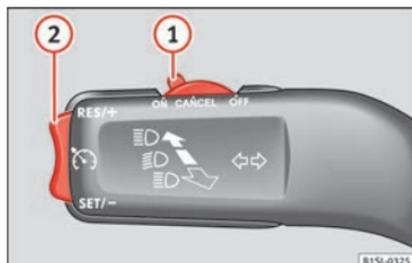

Fig. 34 Interruptor e comandos de utilização do GRA.
- Ligar o GRA: desloque o interruptor »» Fig. 34 ① até **ON**. O sistema está ligado. O sistema não regula por não ter qualquer velocidade programada.
- Ativar o GRA: pressione o botão »» Fig. 34 ② na zona **SET/-**. A velocidade atual é memorizada e regulada.
- Desligar o GRA temporariamente: desloque o interruptor »» Fig. 34 ① até **CANCEL** ou pise o travão. A regulação é desativada temporariamente.
- Ligar o GRA de novo: pressione o botão »» Fig. 34 ② em **RES/+**. A velocidade memorizada é guardada e regulada novamente.
- Aumentar a velocidade programada durante a regulação de GRA: pressione o botão ② em **RES/+**. O veículo acelera até à nova velocidade guardada.
- Reduzir a velocidade programada durante a regulação de GRA: pressione o botão ② em **SET/-** para reduzir 1 km/h (1 mph). A velocidade reduz até atingir a nova velocidade memorizada.
- Desligar o GRA: desloque o interruptor »» Fig. 34 ① para **OFF**. Desliga-se o sistema e a velocidade memorizada apaga-se.